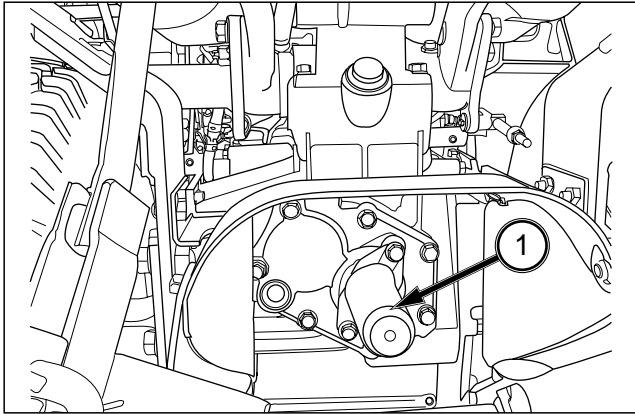

FIG. 4-10
FIG. 4-10 : Un arbre de PdF de 35mm (1 3/8") à six cannelures (1), est fourni à l'arrière du tracteur pour transmettre la puissance aux outils, qui portés et autres équipements entraînés par la PdF suivant les besoins.